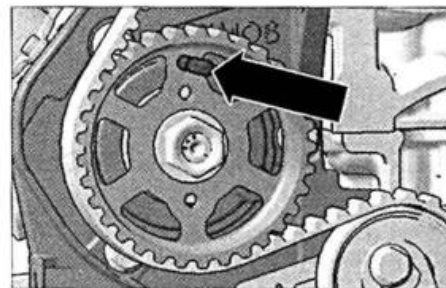

FIG. 9
- Calar el piñón de bomba de alta presión con un pasador de 5 mm (fig. 9).